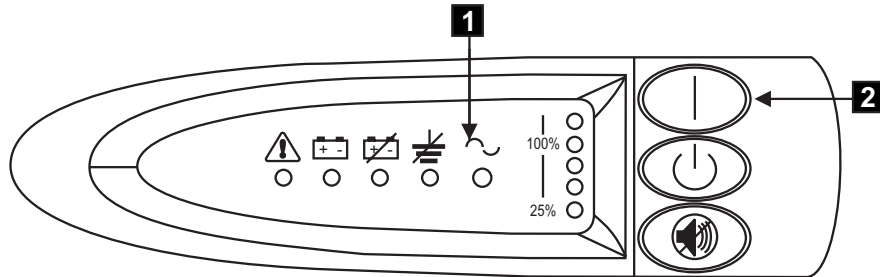

図 149. 2145 UPS の電源スイッチおよびインディケーター
10. すべてのフロント・パネル・インディケーター (354 ページの図 149 を参照) は、2145 UPS が自己診断テストを実行する間、しばらく明滅します。テストが完了すると、モード・インディケーターが明滅して、2145 UPS が待機モードに入ったことを示します。